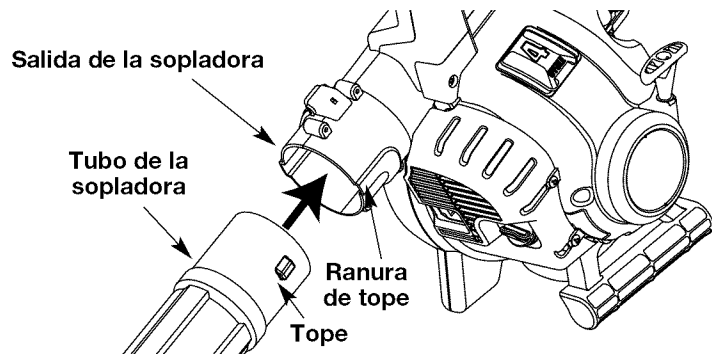

Fig. 1
1. Alinee el tope en el extremo del tubo de la sopladora con la ranura de tope en el extremo inferior de la salida de la sopladora (Fig. 1).
2. Inserte el tope del tubo de la sopladora en la ranura de tope de la salida del tubo (Fig. 1).